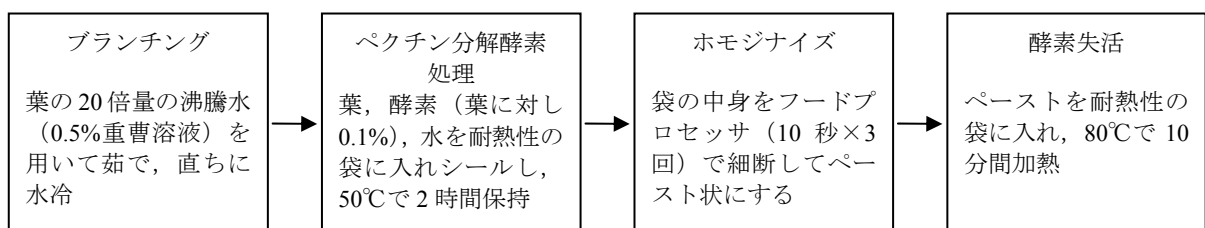

図3 開発したアシタバペーストの調製方法
0.5%重曹溶液を用いたブランチング、0.1%ペクチン分解酵素処理をすることにより、細胞内成分の漏出や色調変化の少ないアシタバペーストが得られました。図3をご覧ください。この調製方法は大規模な施設導入の必要がなく、容易にその製造が可能です。